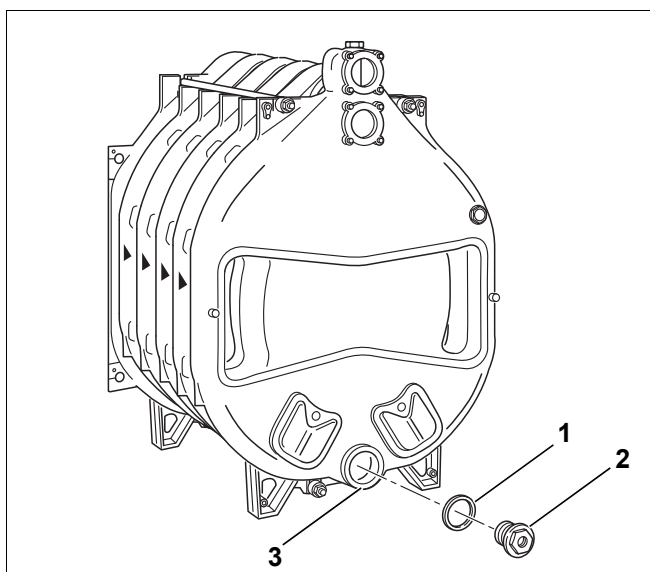

Рис. 21 Установка заглушки
- ▶ Закройте спереди и сзади нижние ступицы котла (рис. 21, [3]). Для этого уложите уплотнения (рис. 21, [1]) на ступицы котла и установите заглушки. Заглушка с резьбовым отверстием  $\frac{3}{4}$ " для заполнения и слива (рис. 21, [2]) устанавливается на задней стороне котла.